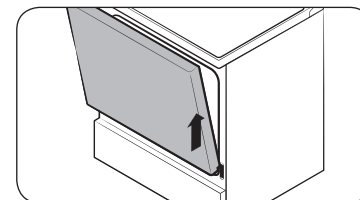

Fig. 2
5. Levante la puerta y hale hacia afuera hasta que el brazo de la bisagra esté fuera de la ranura (Fig. 2).